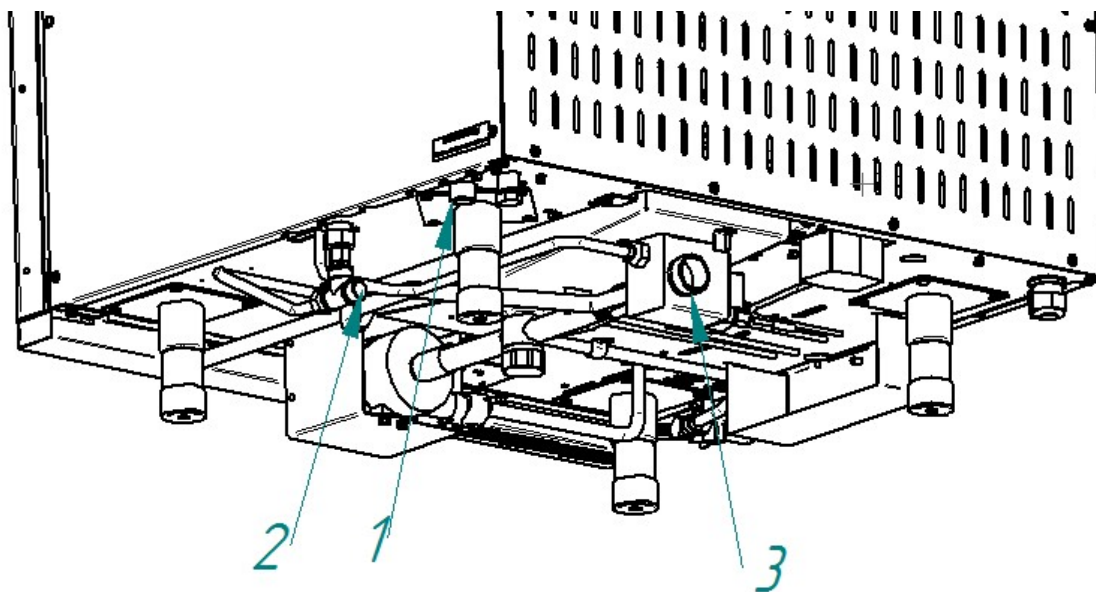

Рис. 4. Подключение к системе водоснабжения
- G3/4 (см. рис.4 поз.1 (наружная резьба)) – парогенератор. Подключать через водоумягчительную установку (водородно-ионного обмена). Рекомендуется использовать фильтр BRITA PURITY C300 Quell ST.
- G1/2" (см. рис.4 поз.2 (наружная резьба)) – душевое устройство и охлаждение коллектора. Допускается подключать к неподготовленной воде.
- установить кран слива бойлера (см. рис.4 поз.4) в положение «Закрыто»;
- используя шланг из комплекта поставки, подключить пароконвектомат к системе канализации (см. рис. 15). Шланг подключить через штуцер с резьбой G1¼" (рис.4 поз.3). Подключение к канализации выполнить с разрывом струи не менее 20мм от верха приемной воронки (СНиП 2.04.01-85 п. 17.11).